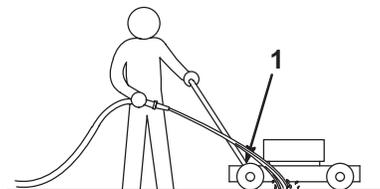

Abbildung 19
3. Den Gartenschlauch aufdrehen, in Griffstangenhöhe halten und das Wasser auf den Boden direkt vor dem rechten Hinterrad richten (Abb. 19).